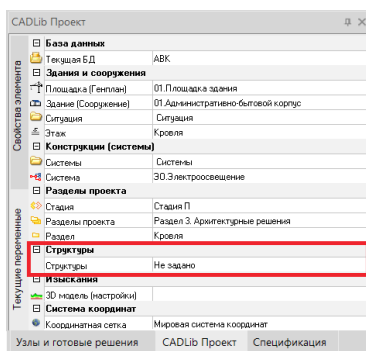

Рис. 9. Текущие переменные иерархии структур
■ Structure — пользовательская произвольная иерархия структуры. В текущих переменных на рис. 9 выделен узел иерархии произвольных структур.